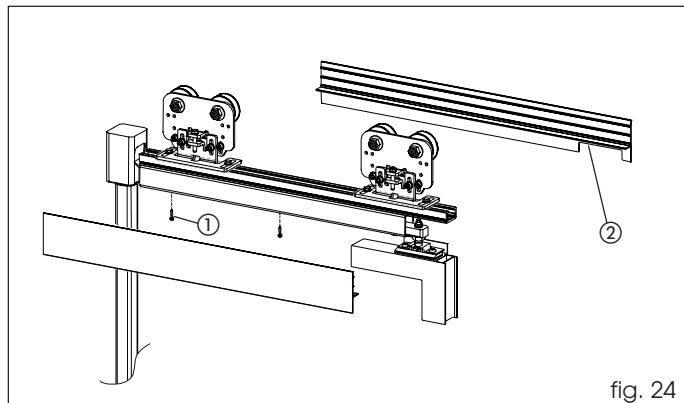

fig. 24
Coloque provisionalmente los tornillos de soporte del cárter en la barra superior (fig. 24 ref. ①) y apoye los dos cárteres de cobertura utilizando las correspondientes ranuras.
Realice una apertura en el cárter (fig. 24 ref. ②), en coincidencia con la tapa de cierre del cárter, a fin de evitar que el cárter interfiera con el empuje de la hoja.